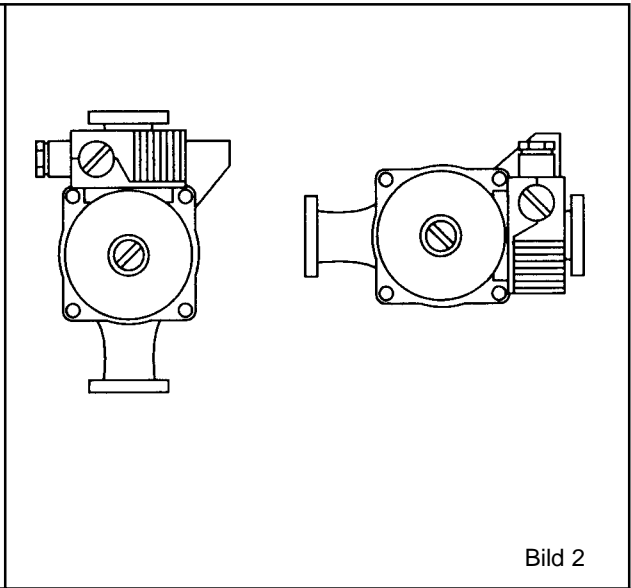

Bild 2
- Bild 2: Inbyggnadslägen för typ RSL, om automatisk snabbavluftare monteras (inskruvningsgänga R 3/8" inv.) så måste luftningshuset vridas så att den automatiska snabbavluftaren står lodrätt och pekar uppåt.